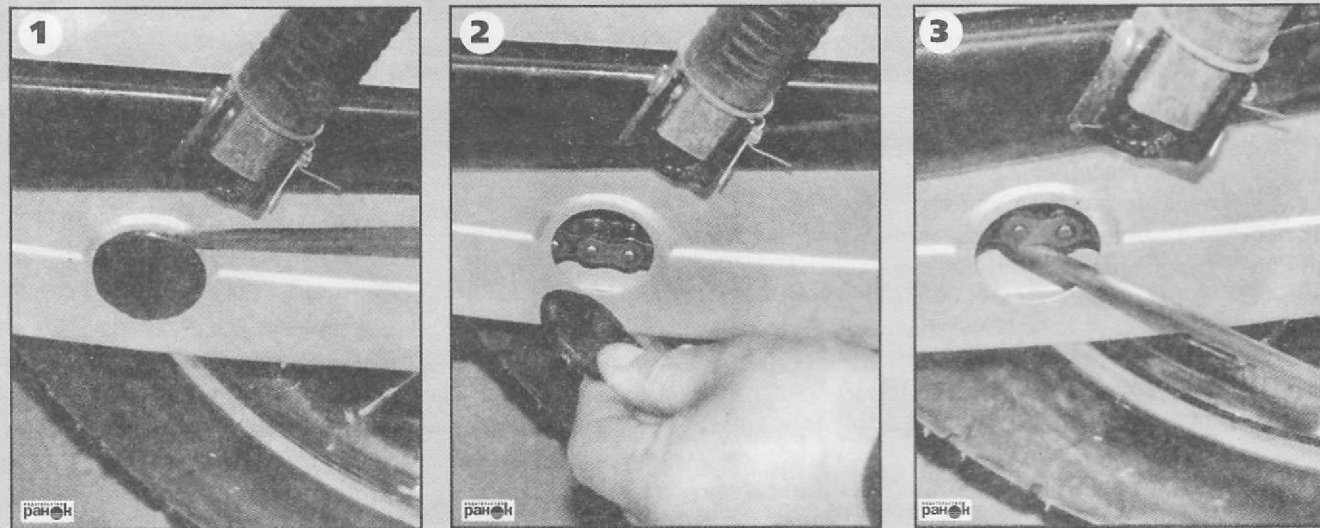

Рис. 29. Проверка натяжения приводной цепи
- снять колпачок контрольного отверстия на кожухе цепи (рис. 29).